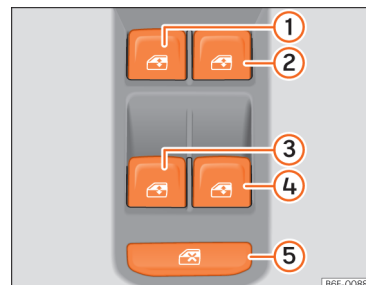

Abb. 60 Ausschnitt der Fahrerfürt: Tasten zum Bedienen der elektrischen Fensterheber
Mit dem Sicherheitsschalter »» » (Abb. 60) ⑤ in der Fahrertür können die Fensterheber-Tasten in den hinteren Türen außer Funktion gesetzt werden.